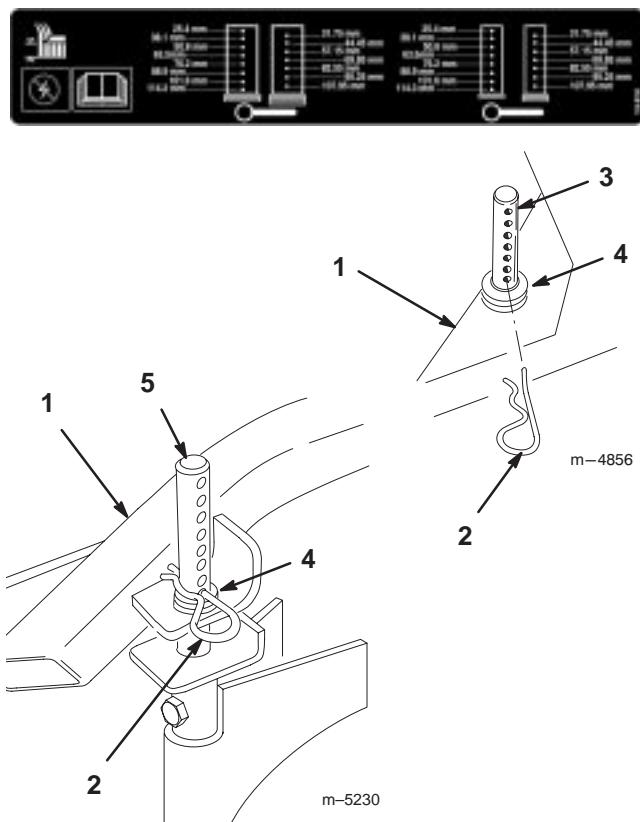

Bild 20
1. Entfernen Sie zum Einstellen den Splint aus dem Schnitthöhen-Einstellpfosten (Bild 20).
2. Wählen Sie das Loch im Schnitthöhen-Einstellpfosten, das der von Ihnen gewünschten Schnitthöhe entspricht (Bild 20).
3. Heben Sie die Seite des Schneidwerks hoch und entfernen den Splint (Bild 20).
4. Fügen Sie Distanzstücke bei oder entfernen solche bei Bedarf. Flüchten Sie die Löcher aus und stecken den Splint ein (Bild 20).